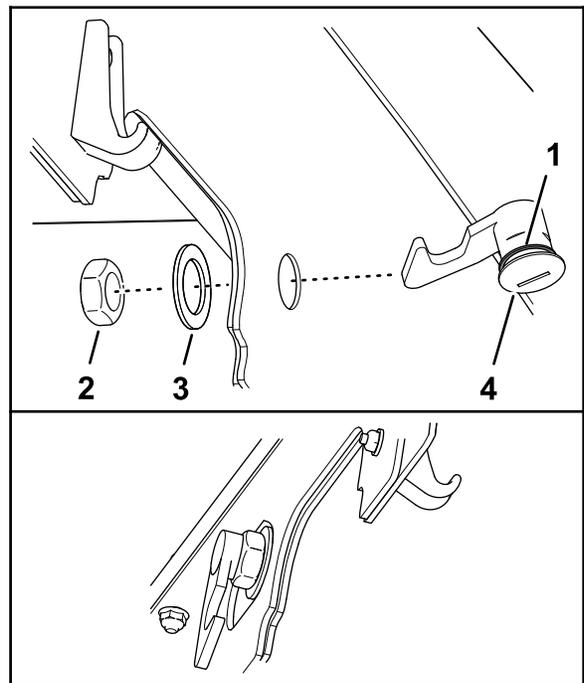

Figura 34
3. Assicuratevi che la guarnizione sia montata al blocco del cofano (Figura 34).